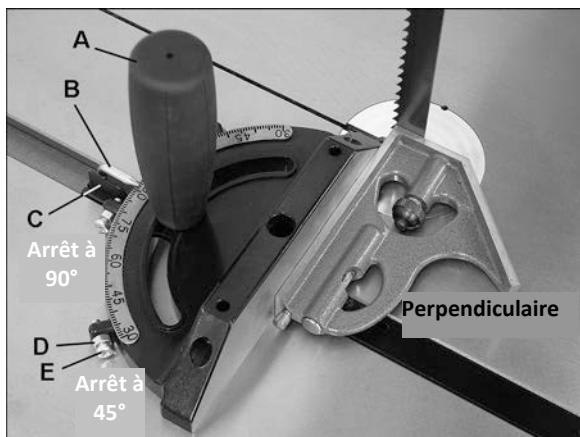

Fig 22
La jauge à onglets possède des butées fixes à 90° et 45° : si les butées nécessitent un réglage, desserrez les contre-écrous (D), Fig 22) et réglez les vis d'arrêt (E).